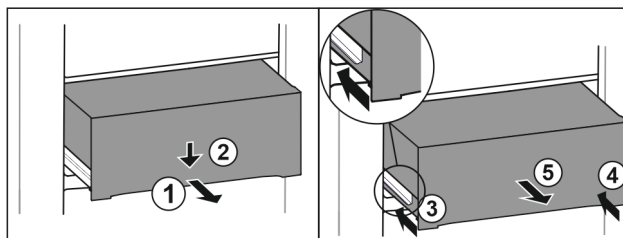

Fig. 112
- ▶ Wyciągnąć szufladę do połowy. Fig. 112 (1)
- ▶ Popchnąć szufladę z przodu w dół. Fig. 112 (2)
- ▶ Wsunąć lewą szynę o ok. 2 cm. Fig. 112 (3)
- ▶ Wsunąć prawą szynę o ok. 2 cm. Fig. 112 (4)
- ▶ Wyjąć szufladę do przodu. Fig. 112 (5)